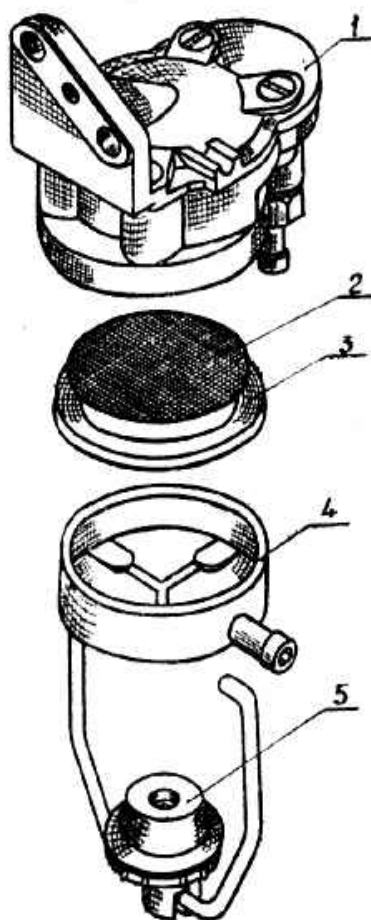

Рис. 12. Топливный насос.
Для очистки фильтра надо отвернуть прижимную гайку 5 (рис. 12) крышки фильтра, снять крышку (4), прокладку (3) и сетку (2). Сетку промыть в бензине и продуть. Разборку и сборку насоса вести осторожно, чтобы не повредить сетку. При сборке прижимную гайку (5) надо завинчивать рукой с усилием, достаточным для хорошего уплотнения.